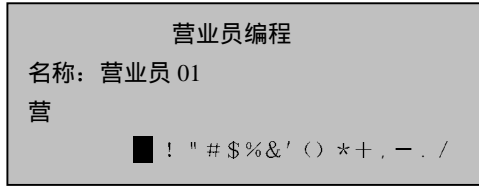

图 3-3
3) 运用选择定位操作，将光标定位于“营”处，按“.”确认，显示如图 3-3 所示；